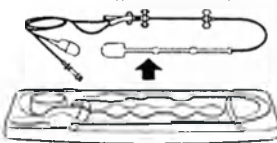

Рис. 4
- Осторожно извлеките экстракорпоральную трубку. Т-образное крепление и баллонный катетер с Т-образной ручкой из лотка (Не отсоединяйте одноканальный клапан при извлечении экстракорпоральной трубки из лотка.) (См. рис. 4.)